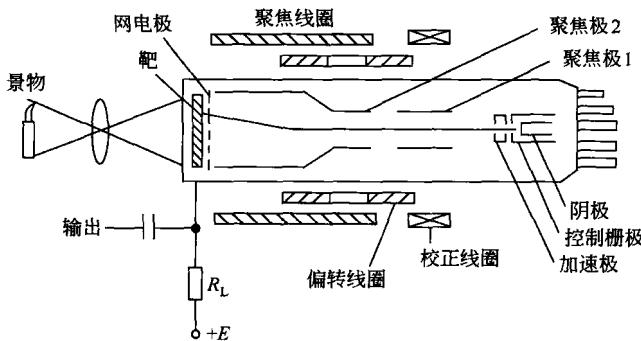

图 1-3 摄像管的结构
① 光电摄像管的结构 图 1-3 是内光电效应摄像管的结构图。它由光电靶、电子枪和玻壳等组成。在管外装有聚焦，偏转和校正线圈。电子枪包括灯丝、阴极、控制栅极、加速极（第一阳极）和聚光极。